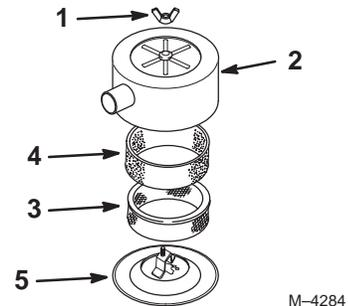

Bild 14
3. Reinigen Sie den Bereich um den Luftfilter herum, um zu verhindern, dass Schmutz in den Motor fällt und Schäden verursacht. Schrauben Sie die Verschluss-schraube los und entfernen den Luftfilterdeckel (Bild 14).
4. Schieben Sie den Schaumeinsatz vorsichtig vom Papiereinsatz herunter (Bild 14).
5. Schrauben Sie die Deckelmutter los und entfernen den Deckel und den Papiereinsatz (Bild 14).
1. Schieben Sie das Schaumeinsatz vorsichtig auf den Papiereinsatz (Bild 14).
2. Schieben Sie die Luftfiltergruppe auf das Luftfilterunterteil (Fig. 14).
3. Bringen Sie den Luftfilterdeckel an und sichern ihn mit der Deckelmutter ab (Bild 14).